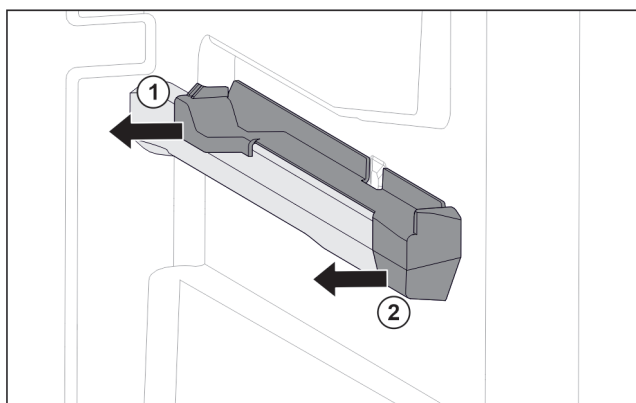

Fig. 58 Pieza de acoplamiento en la nervadura para recipientes derecha
- ▶ Retire la pieza de acoplamiento por detrás lateralmente. Fig. 58 (1)
- ▶ Retire la pieza de acoplamiento por delante lateralmente. Fig. 58 (2)